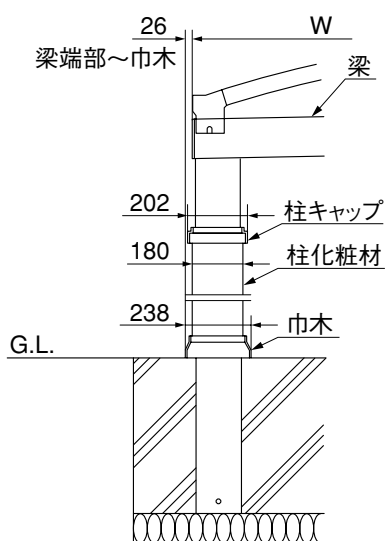

図2-1 ナチュラルスタイルの場合
- ① 図2-1を参照して、柱に位置出し用Lアングルをφ3.5の下孔をあけて14-②で固定してください。